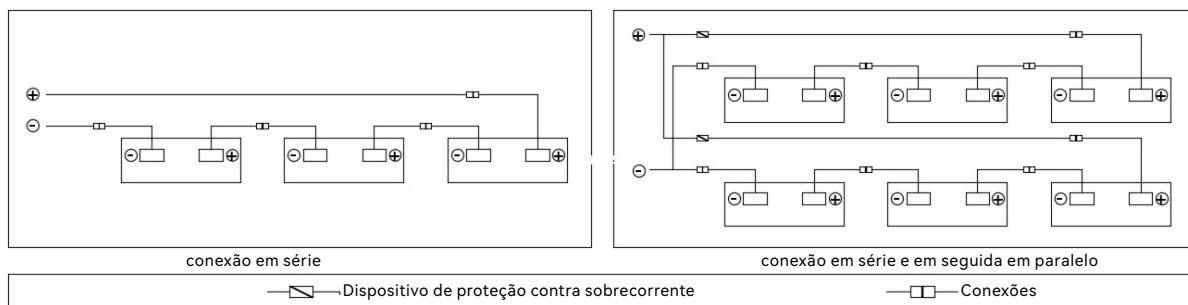

Figura 20. Diagrama elétrico em série e paralelo
em paralelo, a corrente final é a soma da corrente de cada string de produtos Galaxy Plus, conforme mostrado na Figura 20. Os produtos Galaxy Plus de diferentes modelos de desempenho elétrico não devem ser conectados em uma única string.
- Se uma corrente reversa que excede a corrente máxima do fusível do produto Galaxy Plus puder passar pelo produto Galaxy Plus, um dispositivo de proteção contra sobrecorrente do mesmo tamanho deverá ser usado para proteger o produto. Se o número de conexões paralelas for maior ou igual a 2 strings, deverá haver um dispositivo de proteção contra sobrecorrente em cada string dos produtos, conforme mostrado na Figura 20.